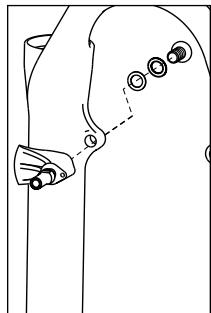

Fig. 6
1. Usando gli accessori di montaggio forniti, installare l'adattatore freno sulla gamba della forcella servendosi degli attacchi forniti (Fig. 6).